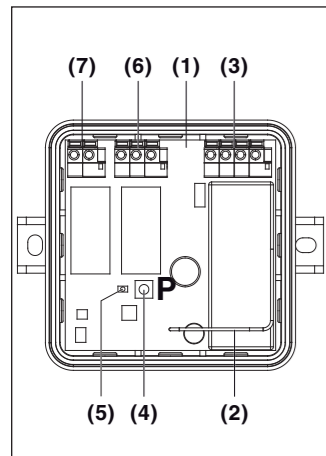

Fig. 1
2.1 Empfänger BDE325-2 / BDE325-2A (Fig. 1)
3.1 Anschluss des Empfängers (Fig. 1, 2 und 3)
2.1 Récepteur BDE325-2 / BDE325-2A (fig. 1)
3.1 Raccordement du récepteur (fig. 1, 2 et 3)